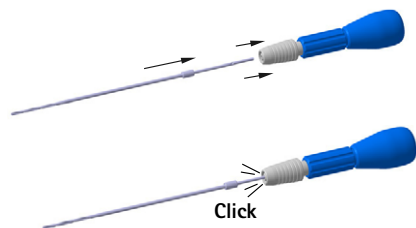

Рис. 3 Монтаж сверла
- ▶ Использовать сверло со сверлильной рукояткой (FJ839R), см. Рис. 3.